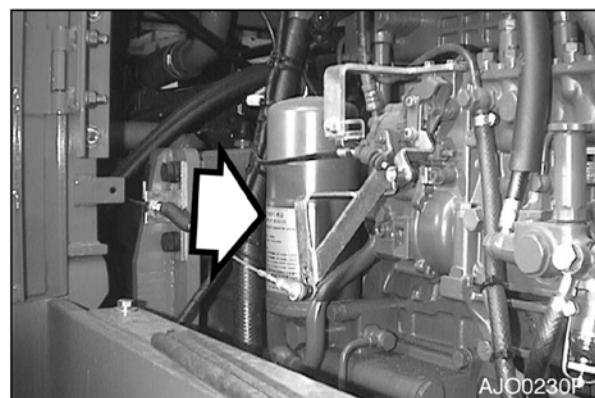

Рис. 57
2. Замените фильтр моторного масла (рис. 57). Фильтр моторного масла представляет собой навинчиваемый фильтр (рис. 57). Снять и утилизировать фильтры.